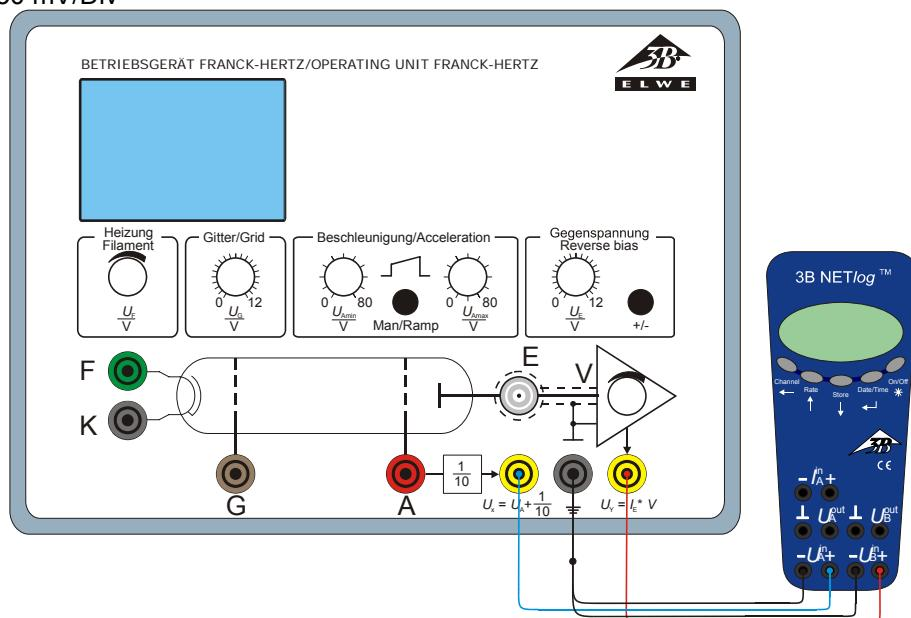
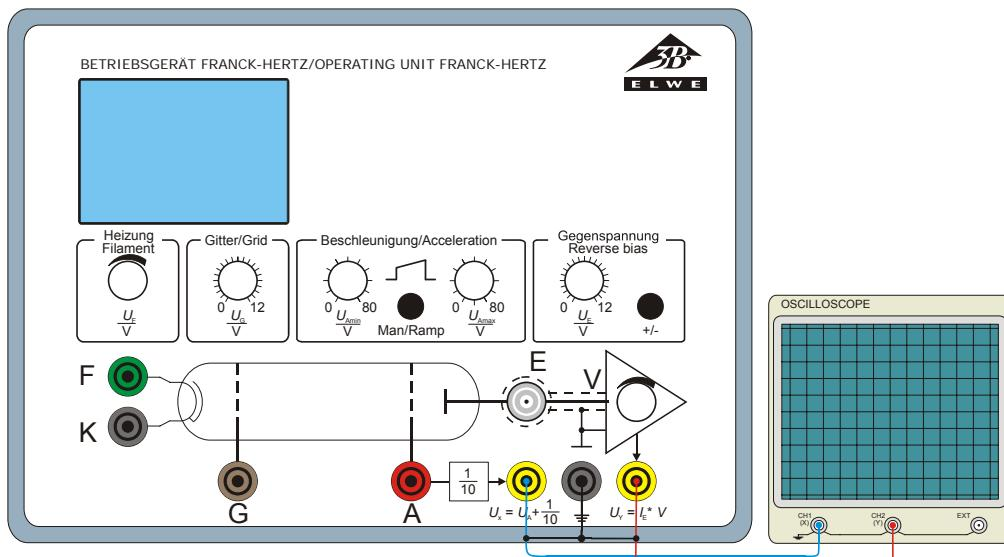

Fig. 6 Conexão do 3B NET/log™ ao aparelho para o experimento de Franck-Hertz
Fig. 7 Conexão de um osciloscópio no aparelho para o experimento de Franck-Hertz
- Conectar o 3B NET/log™ ao aparelho para o experimento de Franck-Hertz. (vide Fig. 6) Para isto, conectar a saída Ux do aparelho para o experimento de Franck-Hertz à entrada A e a saída Uy à entrada B do 3B NET/log™.
- Realizar ajustes na interface 3B NET/log™ assim como no programa de computador 3B NET/lab™ e registros de valores de leitura como descrito sob item 7.2.1.
- Conectar a saída Ux do aparelho para o Channel 1 (desvio X) e a saída Uy ao Channel 2 (desvio Y) do osciloscópio. (vide Fig. 7)